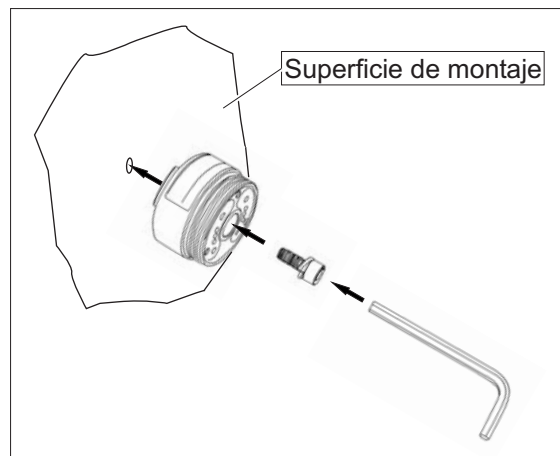

Fig. 11: Fijación a la superficie de montaje
2. Fijar la monitorización mediante tornillo cilíndrico y arandela elástica **en arrastre de fuerza** a la superficie de montaje (Fig. 11).